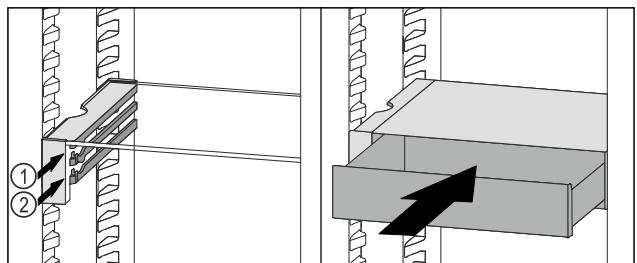

Fig. 107
- Nasadte zásuvku VarioSafe za zarážky na požadovaném žebru Fig. 107 (1) nebo Fig. 107 (2).